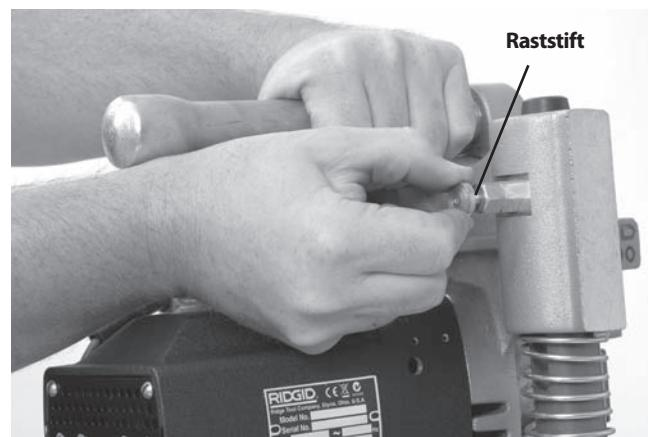

Abbildung 7 – Trennen von Basis- und Motorbaugruppe
- Gebrochene, verschlissene, fehlende, falsch eingestellte oder klemmende Teile. Vergewissern Sie sich, dass die Motorbaugruppe sich gleichmäßig und frei an den Säulen der Basisbaugruppe auf- und abwärts bewegt. Vergewissern Sie sich, dass Kette und Schwenkgriff frei beweglich sind. Überprüfen Sie an der HC-300, dass der Raststift korrekt funktioniert und die Motorbaugruppe an der Basisbaugruppe hält (*Abbildung 7*).
1. Ziehen Sie, wobei die HC-300 Lochsäge sich auf einer stabilen, festen Fläche befinden muss, den Stift auf der Rückseite der linken Säule heraus (Abbildung 7) und heben Sie die Motorbaugruppe von der Basisbaugruppe.